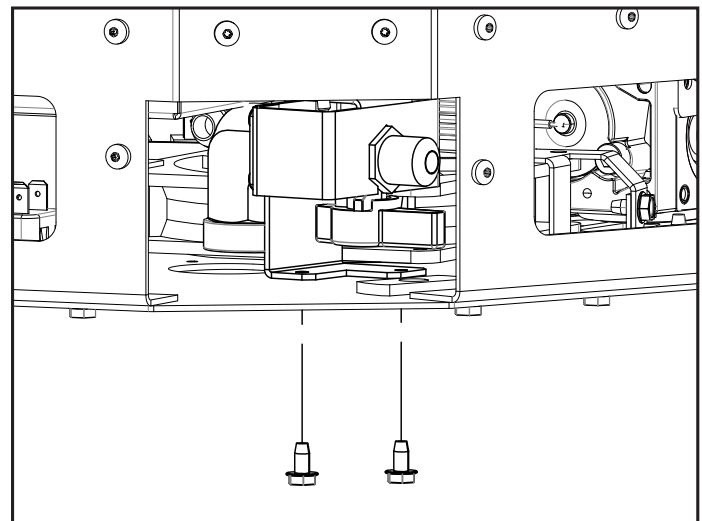

Figure 92: Réinstallation du raccordement au gaz
5. Travaillez la ligne flexible et placez l'ensemble de connexion de gaz en position comme indiqué dans Figure 92. Fixez l'assemblage à la chambre de combustion à l'aide de deux (2) boulons à tête hexagonale de 5/16" par le bas.